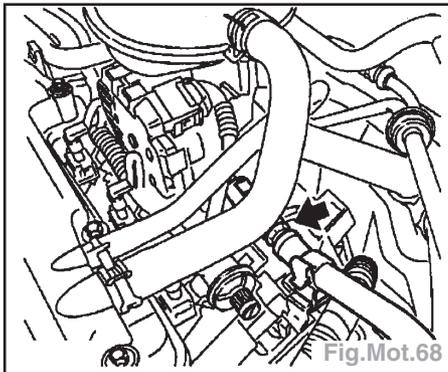

Fig.Mot.68
- le tube raccord d'arrivée d'essence avec l'outil KM-796 et obturer avec le kit KM-807 (Fig.Mot.68).